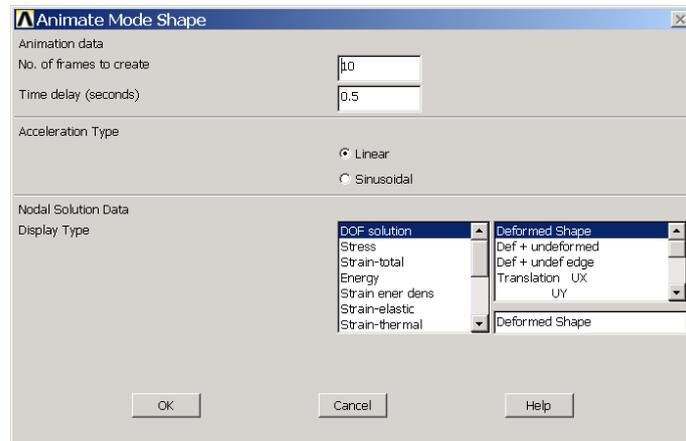

图10.25 动画显示模态结果对话框
(21) 单击 **Main Menu>General Postproc>Read Results>First Set** 菜单，读取第一模态的结果，然后单击【Utility Menu】|【PlotCtrls】|【Animate】|【Mode Shape】菜单，弹出如图 10.25 所示的对话框。保持默认设置，单击【OK】按钮可显示一阶模态的响应动画。